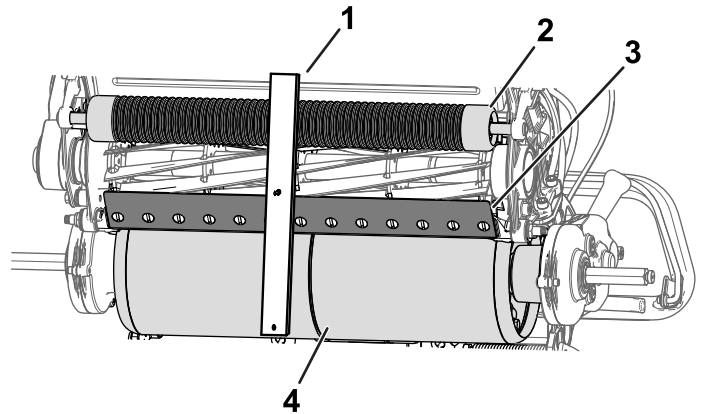

Figura 13
2. Enganche la cabeza del tornillo del indicador de altura de corte sobre el lado derecho del filo de la contracuchilla y apoye el extremo trasero de la barra sobre el tambor de tracción (Figura 13).